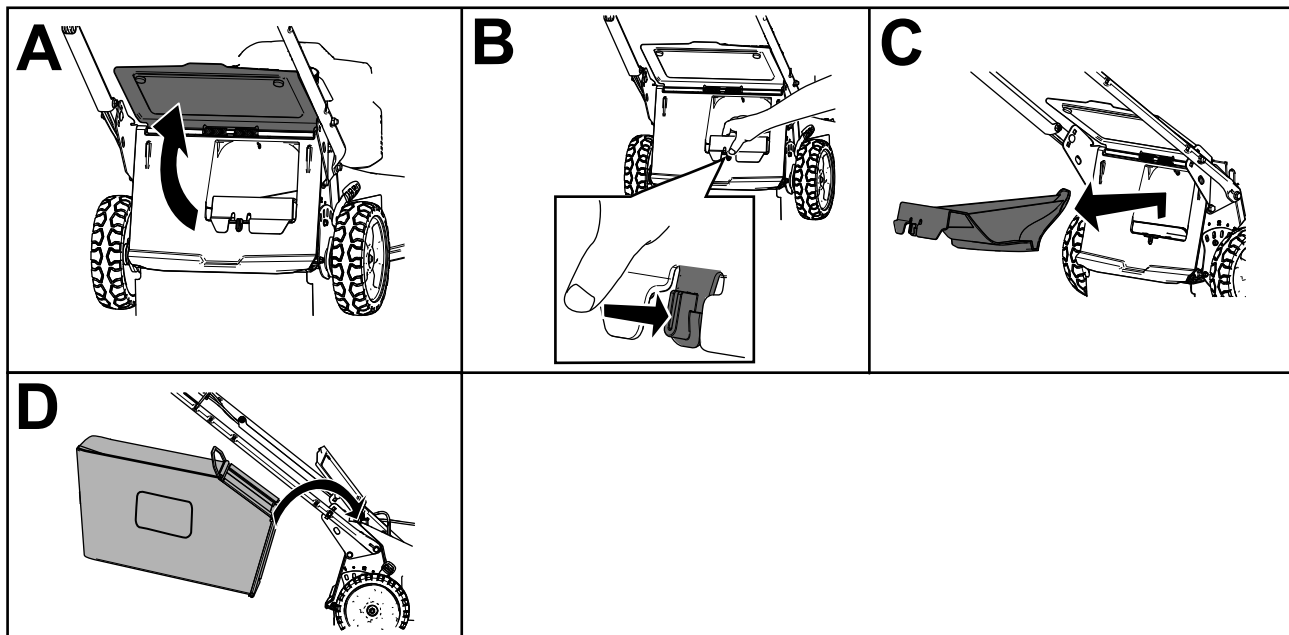

Figura 15
2. Levante y sujete el deflector trasero (Figura 15, A).
3. Retire el tapón de descarga trasera presionando el enganche hacia dentro con el dedo pulgar y extrayendo el tapón de la máquina (Figura 15, B y C).
4. Inserte los extremos de la varilla de la bolsa en las muescas de la base del manillar, y mueva la bolsa hacia adelante y hacia atrás para verificar que los extremos de la varilla están asentados en el fondo de cada muesca (Figura 15, D).
3. Retire la varilla de la bolsa de recogida de las muescas de la base del manillar (Figura 15, A).
4. Instale el tapón de descarga (Figura 15, B).
5. Baje el deflector trasero (Figura 15, C).